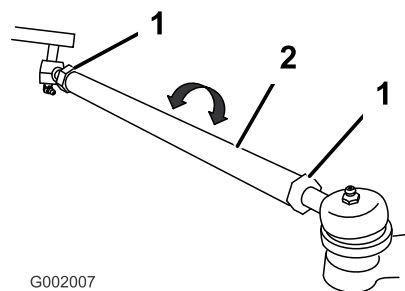

Figura 51
5. Se a medição obtida não corresponder aos valores especificados desaperte as porcas de segurança nas extremidades das barras transversais (Figura 51).